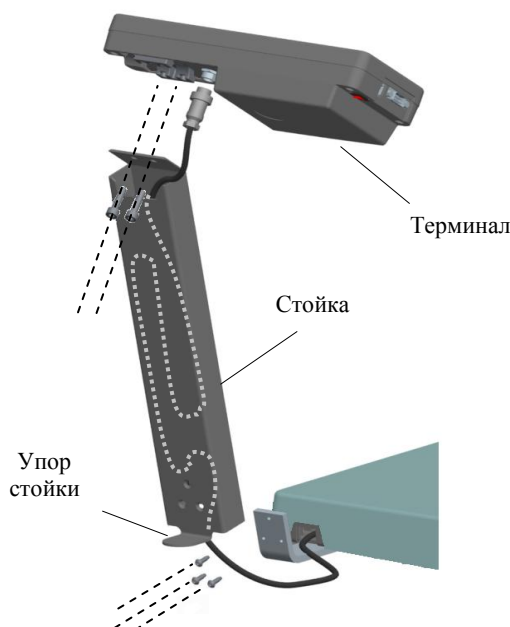

Рис. 3.2 - Сборка весов
3.3 Протянуть кабель модуля внутри стойки и привинтить стойку к кронштейну. Привинтить терминал к стойке (Рис. 3.2).
3.4 Установить весы на твердой, ровной поверхности, неподверженной вибрациям (на столе). Вернуть регулировочные опоры так, чтобы упор стойки (см. Рис. 3.2), служащий для повышения устойчивости весов, касался поверхности стола.